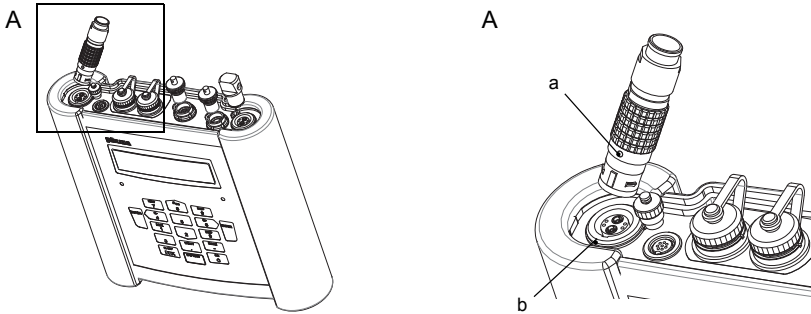

Abb. 7.7: Anschluss der Sensoren
- Stecken Sie den Stecker des Sensorkabels in die Buchse des Messumformers. Der rote Punkt (a) auf dem Stecker muss mit der roten Markierung (b) an der Buchse übereinstimmen (siehe Abb. 7.7).